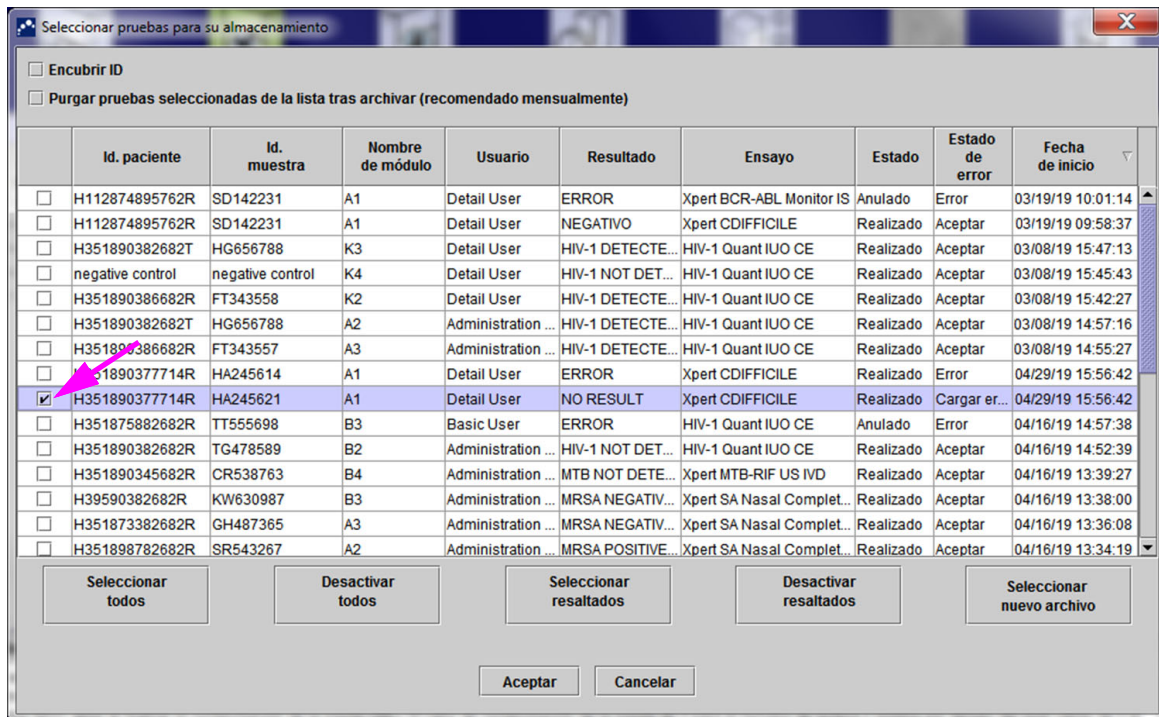

Figura 5-70. Cuadro de diálogo Seleccionar pruebas para su almacenamiento
1. En la ventana GeneXpert Dx System, vaya al menú **Administración de datos** y haga clic en **Almacenar prueba**. Aparece el cuadro de diálogo Seleccionar pruebas para su almacenamiento. Consulte la figura 5-70.
2. Seleccione las pruebas que desee almacenar. Haga clic en la casilla de verificación situada junto a cada prueba que desee archivar. Consulte la figura 5-70. Puede seleccionar las pruebas de una en una o un gran número de ellas haciendo clic en uno de los botones siguientes, situados en la parte inferior de la pantalla Seleccionar pruebas para su almacenamiento:
Cuando está seleccionada la casilla de verificación **Encubrir ID (Cloak IDs)**, situada en la parte superior izquierda del cuadro de diálogo Seleccionar pruebas para su almacenamiento (Select Test(s) To Be Archived) (consulte la figura 5-70), se oculta toda la información sobre los Id. de pacientes y de muestras.